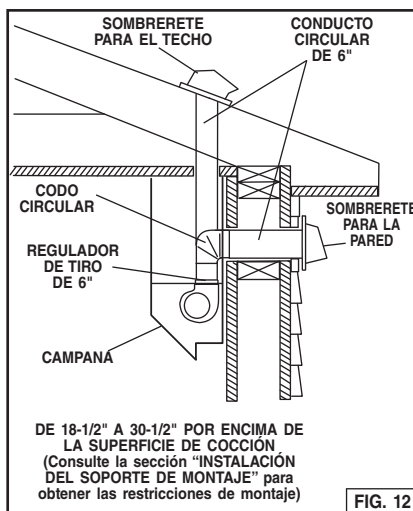

FIG. 12
2. Decida en qué lugar entre la campana y el exterior colocará los entubados. Fig. 12.